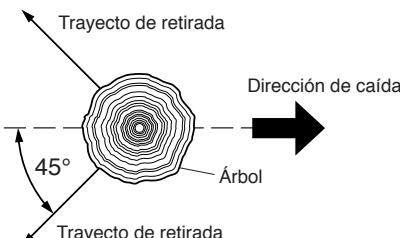

Figura 7 - Trayecto de retirada de un árbol
3. Planee y despeje un trayecto de retirada para el momento de la caída. Este debe ser en sentido contrario al de la caída del árbol y a un ángulo de 45° (vea la Figura 7).